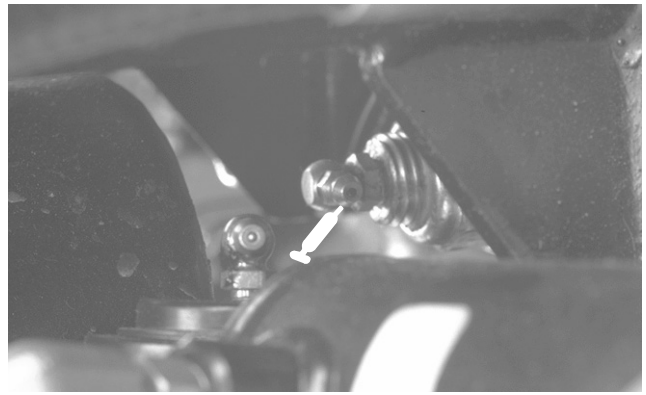

Bild 40
- Hinterachsen-Drehbüchsen (Bild 40)